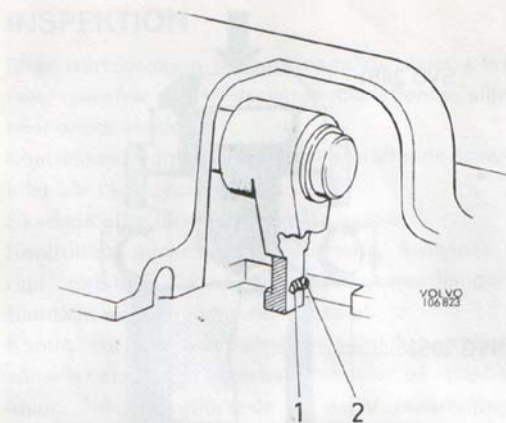

Bild 28. Dämpkula i växelförare
14. Placera spärrkuler och fjädrar på sina platser. Sätt ihop och montera växellådslocket med packning. Glöm inte spärrkula och fjäder, se bild 28. Montera locket över ingående axeln. Montera urtrampningslagret.